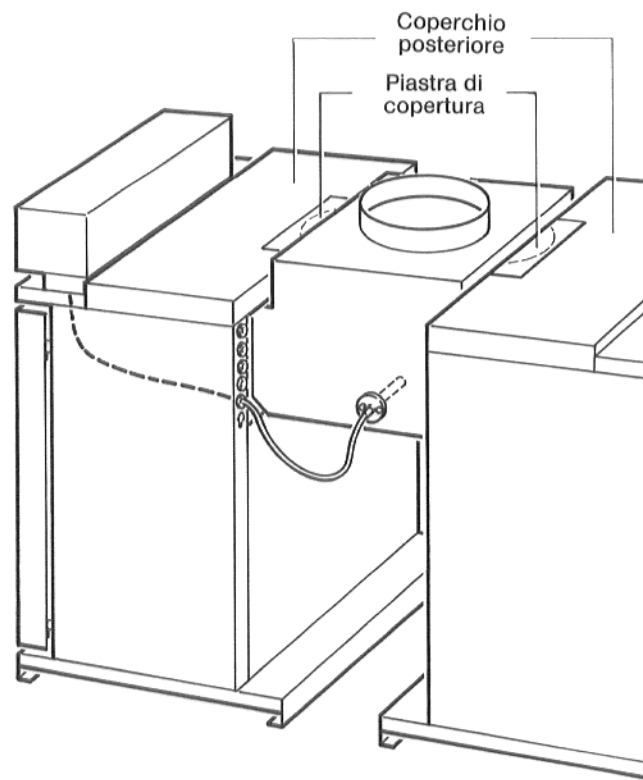

Fig. 19: Sonda di temperatura dei gas di scarico
5. Sospingere la piastra di copertura (unità d'imballaggio canale di raccolta) sul coperchio posteriore della caldaia, fissarla piegando le strisce in lamiera (Fig. 19).
23. Verificata la perfetta funzionalità dell'apparecchiatura (vedi istruzione di montaggio nell'unità d'imballage del modulo 065), inserire la sonda di temperatura dei gas di scarico nella sicurezza antiriflusso e fissarla con entrambe le viti a corredo (Fig. 19).